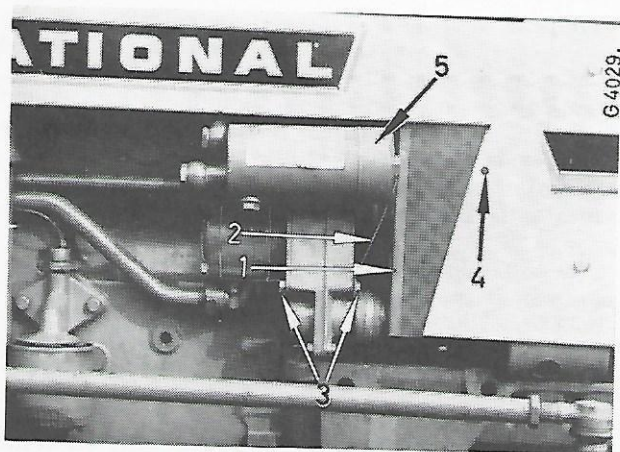

Fig. 71
NOTE : Vérifiez la tension d'une courroie neuve au bout d'une vingtaine d'heures d'utilisation et réglez-la si nécessaire. Enlevez d'abord l'écran de protection (1, fig. 71).
Dévissez la vis fendue (4, fig. 71). Dévissez le boulon (3) de deux tours, et sortez la crépine (1) du tracteur. Resserrez le boulon (3).
Desserrez le boulon (3, fig. 71) et remettez la crépine (1) avec le goujon. Serrez bien le boulon (3) et la vis (4).